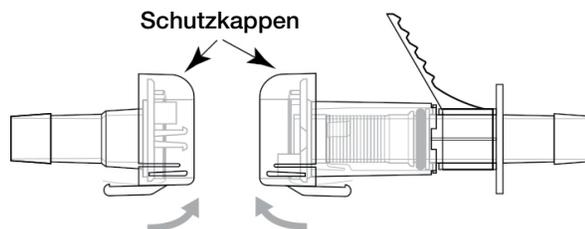

Abbildung 5.28. Schutzkappen an Konnektoren.
1. Heben und ziehen Sie die Lasche von den Schutzkappen ab, um die Kappen von den Kleenpak Konnektoren zu entfernen (Abbildung 5.28).